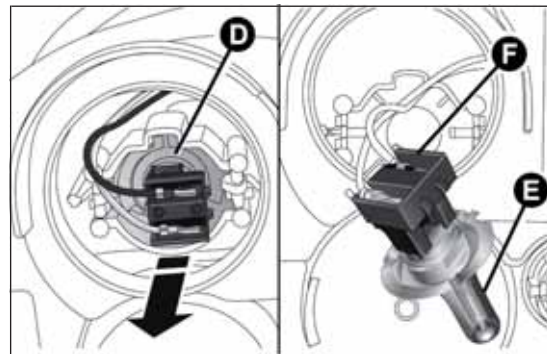

fig. 175
- ☐ rimuovere il gruppo connettore + portalampada D fig. 175 sfilandolo verso l'esterno;